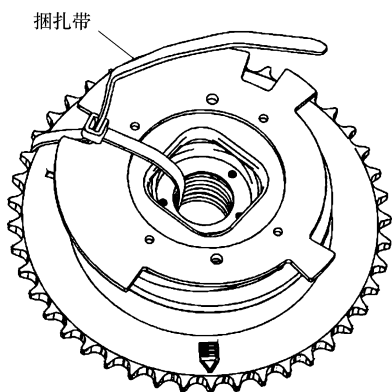

图 20-6 用捆扎带固定凸轮轴位置执行器
- 8) 用捆扎带把凸轮轴位置执行器固定好, 如图 20-6 所示。